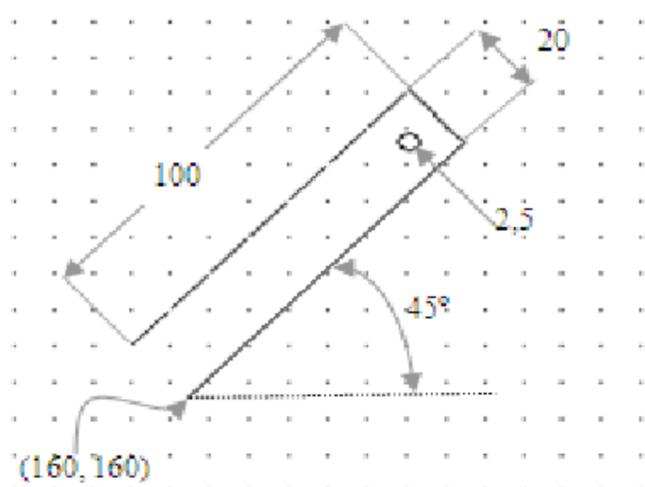

Рис. 1
3. Вызовите команду Линия (*Line*) в панели инструментов и постройте три отрезка, образующие фрагмент крестовины (рис. 1). Начните работу в точке с заданными координатами (160,160). При построении наклонных отрезков руководствуйтесь подсказками режимов *Полярное слежение* и *Полярная привязка*.